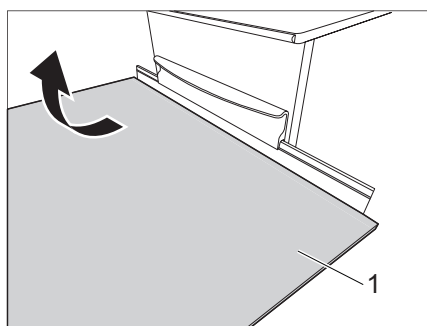

Bild 32 Tischplatte aufstellen
- Tischplatte (Bild 32,1) nach oben schwenken und Stützfuß einsetzen (siehe Kapitel 7.6.2).